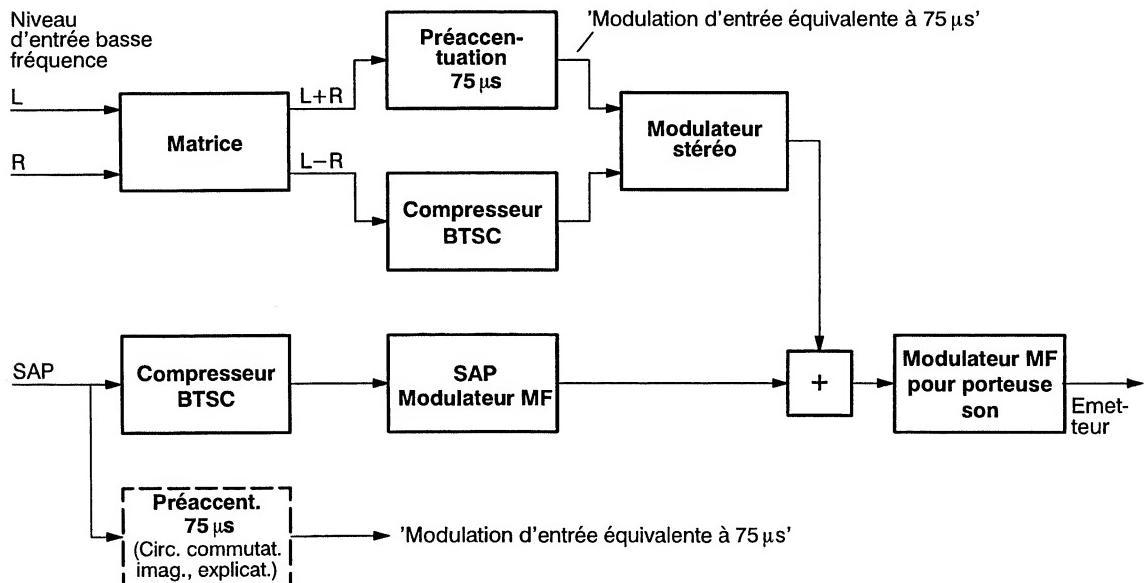

Fig. 2 Schéma de couplage simplifié d'un émetteur BTSC
Le spectre de la bande de base BTSC à bande large est transmis par modulation de fréquence sur la porteuse son (4,5 MHz). Compte tenu de la caractéristique de bruits parasites typique des systèmes de transmission MF, le niveau de bruit augmente avec la fréquence de modulation. Afin d'améliorer le rapport signal/bruit pour le signal différentiel L–R et pour le deuxième signal son (SAP), les deux canaux sont codés par un compresseur BTSC, voir figure 2.
La figure 2 présente un schéma de couplage simplifié d'un émetteur BTSC. Vous trouverez des indications relatives aux normes de modulation BTSC et aux déviations crêtes maximales autorisées à la page suivante.
2. Le niveau d'entrée du son maximal admis pour 100 % de modulation (100 % $\triangleq 0$ dB) dépend de la fréquence en raison de la préaccentuation de 75 µs, voir figure 2.
Elle sert de référence et détermine le niveau de modulation que l'on obtient pour un signal mono équivalent généré par une préaccentuation de 75 µs, voir figure 2.